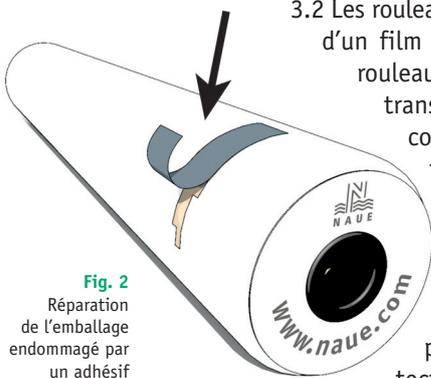

Fig. 2
3.3 En cas d'endommagement du film de protection, la zone endommagée est soit réparée par un adhésif (fig. 2) ou la protection est entièrement remplacée.
8.6 En cas d'endommagement de l'emballage, la zone endommagée est soit réparée par un adhésif (fig. 2) ou la protection est entièrement remplacée.